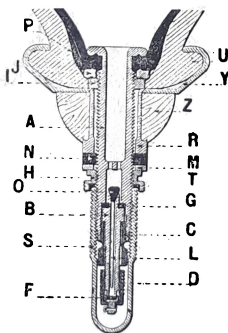

Fig. 24.
2. **Spogliare la valvola** (fig. 24). — Svitare e togliere il cappuccio S, la vite H avvitata sul corpo di valvola A, la ranella metallica M e quella di gomma N.